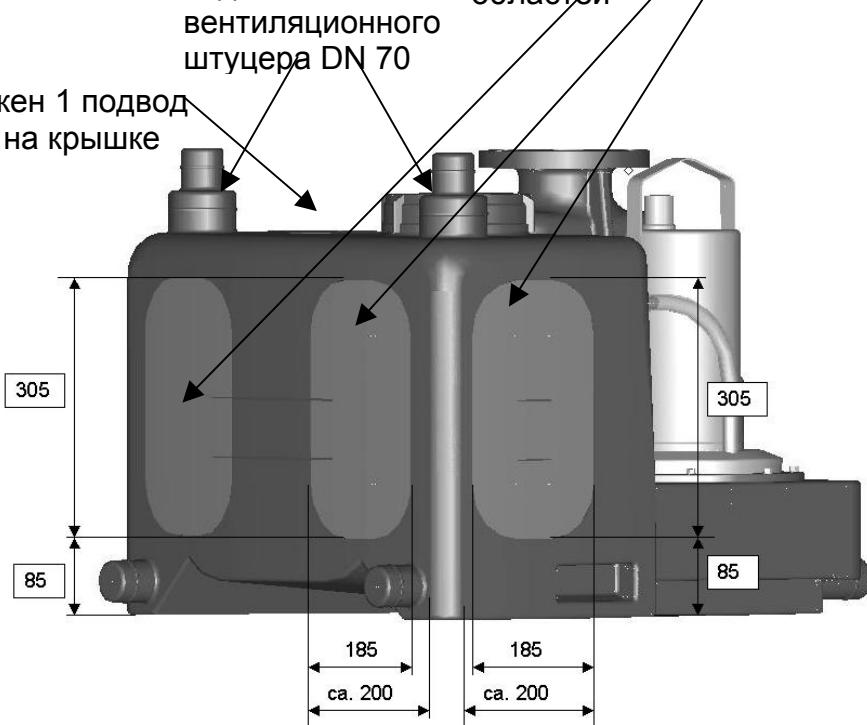

Рис. 7. Соединения резервуара
5.1.2 Соединения резервуара (Рис. 7)
ВНИМАНИЕ! Присоединение подводящего трубопровода вне границ обозначенных поверхностей (Рис. 7) может привести к негерметичности и нарушению работы установки!
- Выбирайте положение таким образом, чтобы входное отверстие располагалось внутри маркованной поверхности (Рис. 7).